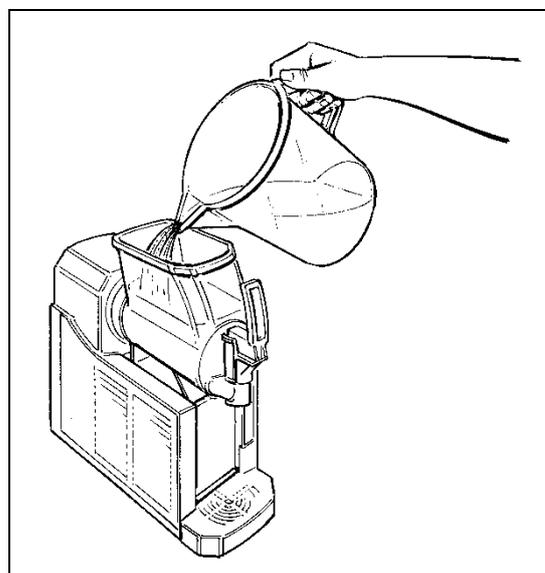

Fig. 22
- Vierta el producto obtenido en la cubeta (vea la Fig.22).